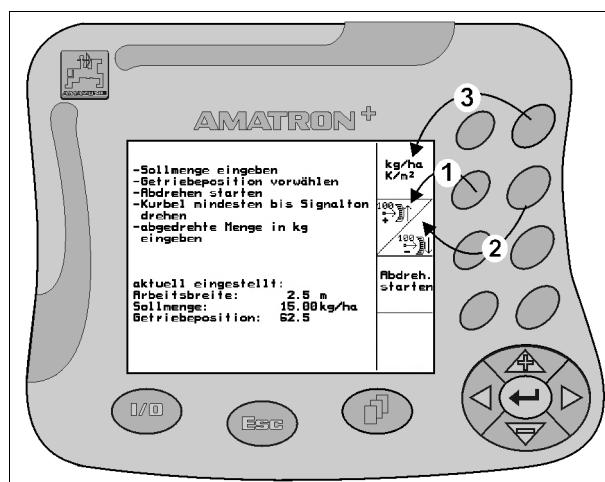

Fig. 9
- ist die linke Taste dem Funktionsfeld oben links zugeordnet (Fig. 9/1).
- ist die rechte Taste dem Funktionsfeld unten rechts zugeordnet (Fig. 9/2).
Erscheinen auf dem Display Quadratfelder ist nur die rechte Taste dem Funktionsfeld zugeordnet (Fig. 9/3).